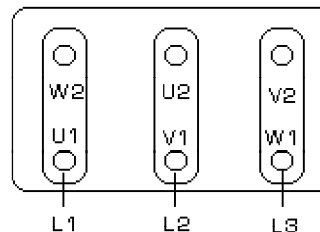

Fig. 2
- delta connection (Fig. 2)
- Dreieckschaltung (Abb. 2)